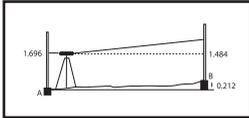

Fig.11
- Verplaats de waterpas tot op ongeveer 1 m van lat A (Fig. 11)